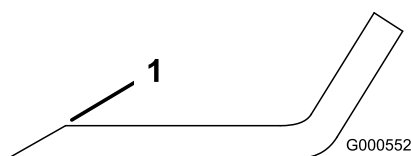

Figure 57
1. Au moyen d'une lime, aigüisez les tranchants aux deux extrémités de la lame (Figure 57).
Remarque: Si la lame est déséquilibrée, limez un peu l'extrémité de l'ailette seulement (Figure 57).